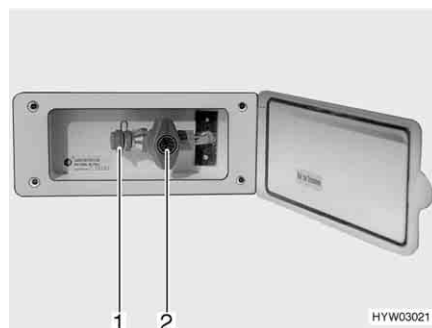

Bild 144 Extern gasanslutning, gasavstängningsventilen stängd
Den externa gasanslutningen (Bild 144) befinner sig, beroende på modell, på fordonets bakdel eller på fordonets vänstra resp. högra sida.
- Anslut den externa gasapparaten till anslutningar (Bild 144,1).
- Öppna gasavstängningsventilen (Bild 144,2).